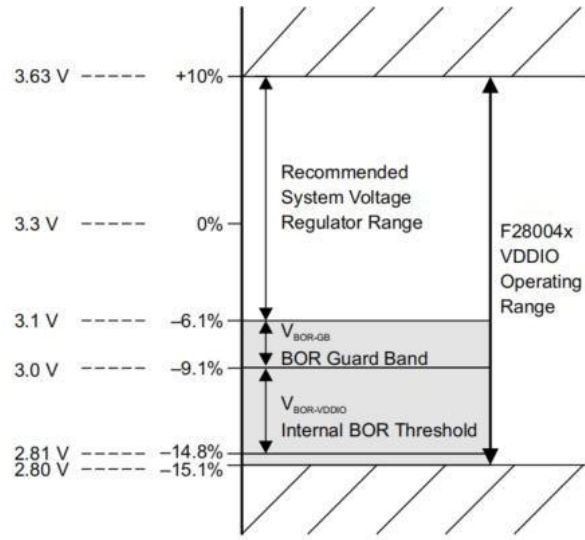

图 5-1. 供电电压
(1) TJ= 105°C以上操作持续扩展将减少设备寿命。
(2) 电气特性表中的 VDDIO BOR 电压(VBOR-VDDIO[*MAX*])决定了设备操作的电压下限。HX 建议系统设计人员预算额外的保护带 (VBOR-GB),如图 5-1 供电电压图所示。
(3) 默认启用内部 BOR。
(4) 电源斜坡速率快于该值, 能触发片上 ESD 保护。
(5) HX 建议采用 VBOR-GB, 以避免 3.3V VDDIO 系统因正常电源噪声或负载瞬态事件而导致 BOR 复位。良好的系统调节器设计和解耦电容(遵循系统调节器规格)是重要的。VBOR-GB 的值是系统级设计考虑因素; 这里列出的是许多应用程序的典型示例。